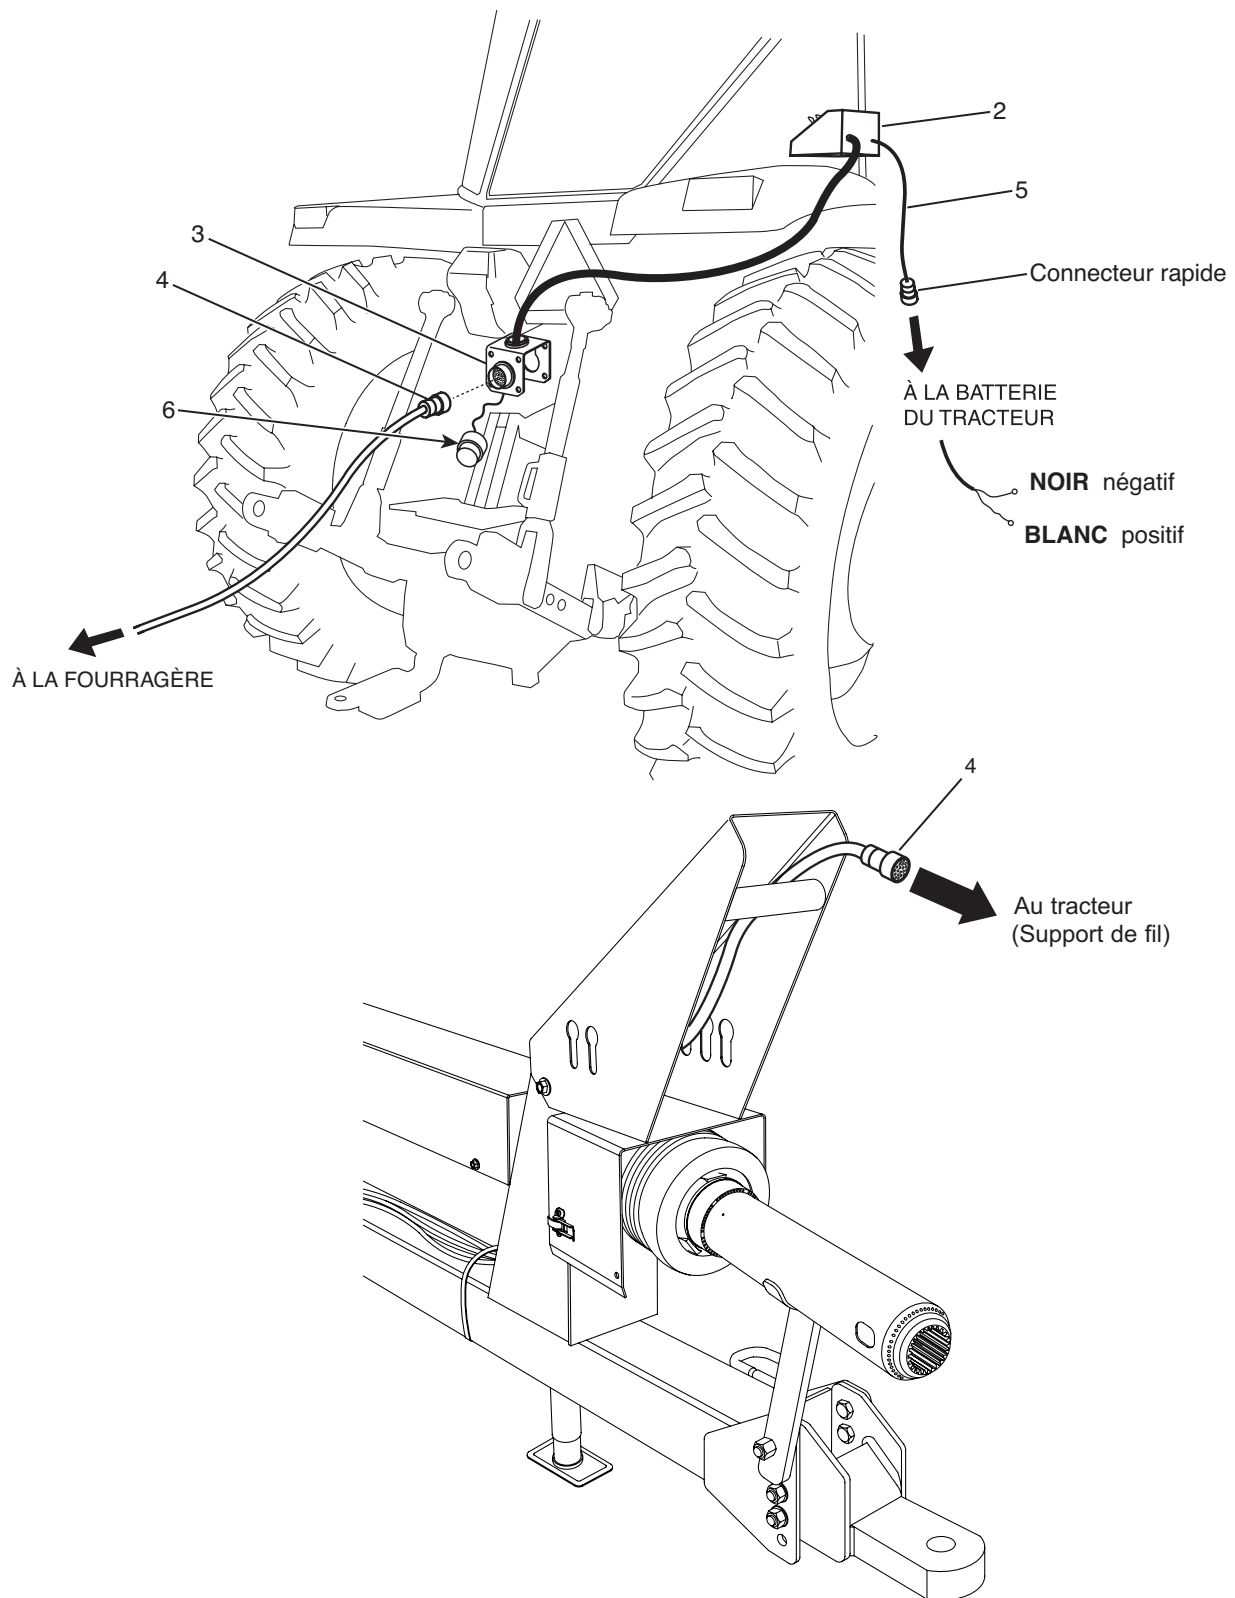

Figure 4 Branchement de la boîte de contrôle
**NOTE :** Lorsque la Fourragère n'est pas en fonction, débrancher la fiche électrique (figure 4, item 4) et remettre le capuchon (item 6) sur le connecteur (item 3).